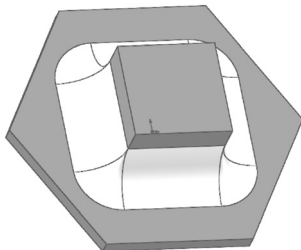

图 6-8 生成的面圆角特征
- 6) 圆角属性设置完毕, 单击✔(确定)按钮, 生成面圆角特征, 如图 6-8 所示。